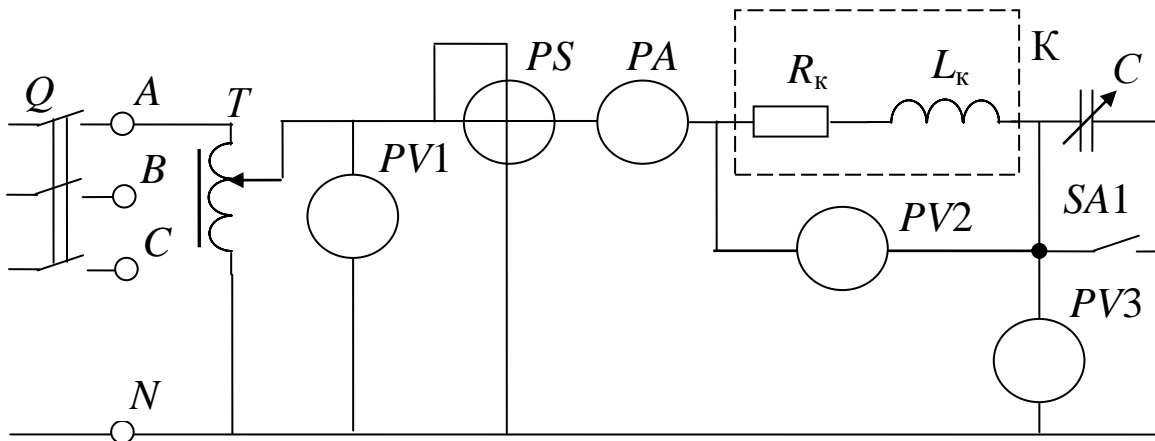

Рис. 1. Схема экспериментальной установки
Исследования проводятся на стенде ЛЭС-5, в котором используются блок включения, блок конденсаторов, индуктивная катушка, и автотрансформатор. Схема принципиальная установки изображена на рис. 1.
4.2. Собрать электрическую схему (рис. 1) и дать её проверить лаборанту. При этом выключатели должны находиться в выключенном состоянии (нижнее положение), а регулятор автотрансформатора *T* в положении до упора против часовой стрелки.